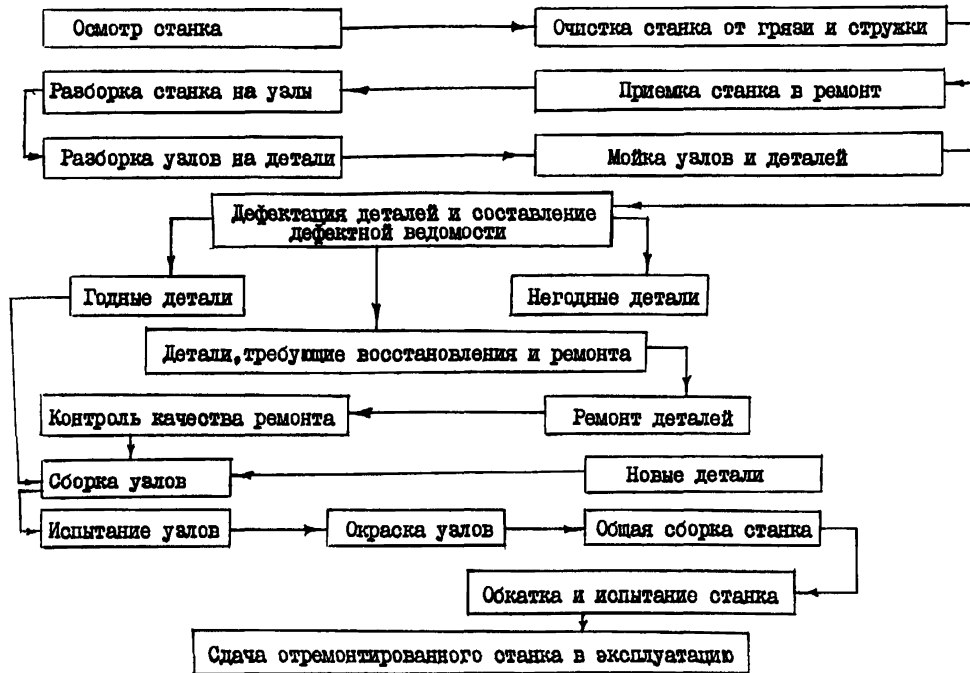

Рис. 1. Общая схема технологического процесса ремонта деревообрабатывающего оборудования
2.10. Ремонт деревообрабатывающего оборудования осуществляется по технологической схеме, представленной на рис. 1.